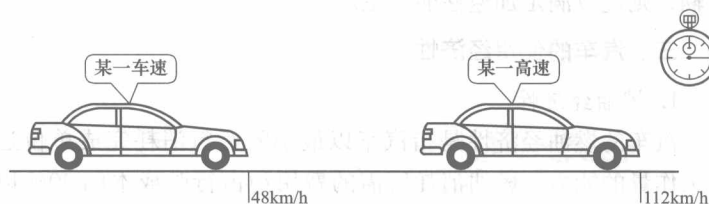

图 1-4 超车加速时间
2) 超车加速时间是指用最高挡或次高挡由某一中等车速全力加速至某一高速所需的时间，如图 1-4 所示。